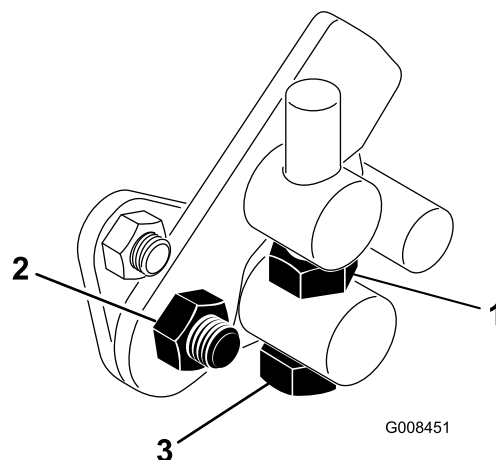

Рисунок 44
1. Ослабьте контргайку на болте муфты (Рисунок 44).
4. Затяните зажимную гайку на болте муфты и гайку на шарнире педали для фиксации регулировки (Рисунок 44). Проверьте регулировку и при необходимости повторите ее.